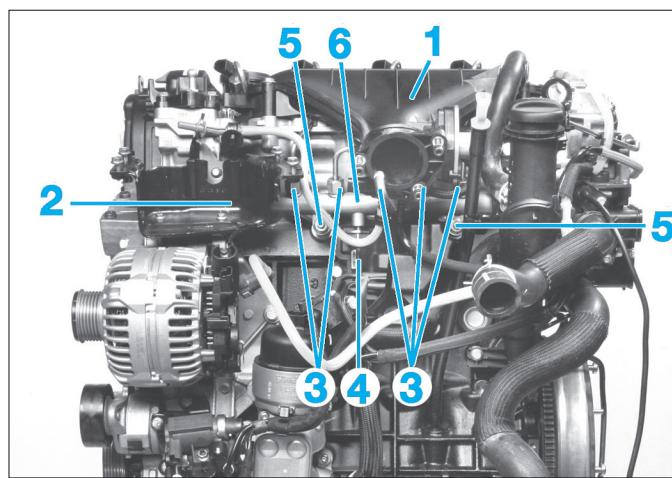

Fig. 34
- le collecteur d'admission (1) et ses joints (**Fig.34**),
- le support de filtre à carburant (2),
- les canalisations haute pression (3),